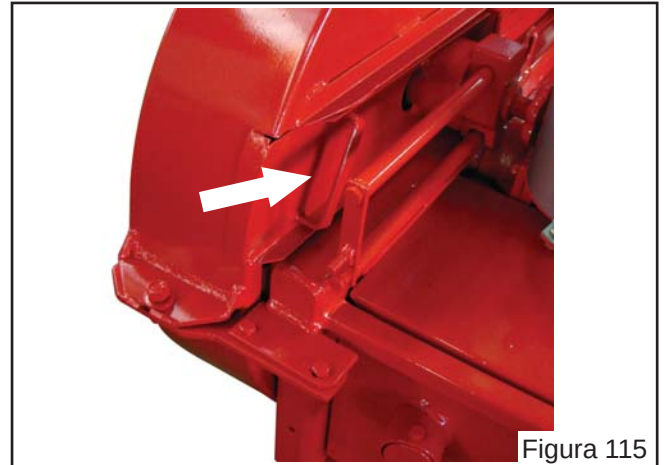

Figura 115
- Retire a barra de alinhamento (Figura 115) do suporte do afiador, soltando o parafuso de fixação;